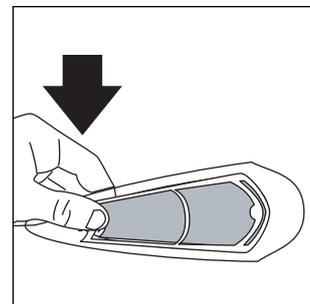

Fig. 17
- 2) Presione la base del bastidor por la parte inferior de la rejilla (fig. 17).